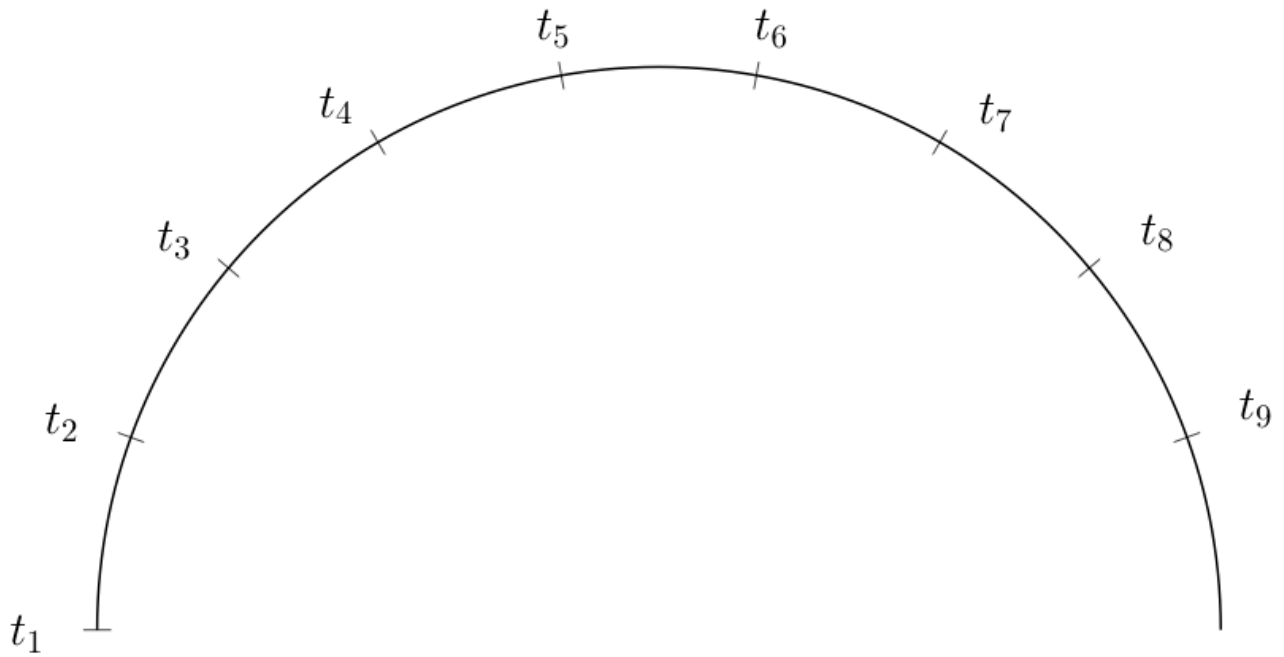

FIGURE 10 – *Enregistrement de mouvement circulaire (échelle 1). Les positions sont espacées de $\frac{\Delta t}{2} = 60ms$.*
-  Tracer sur la Figure 10 en annexe, les vecteurs vitesses aux points 3, 4, 5, 6, 7 et 8. En déduire la norme de la vitesse du mobile en ces points. Joindre la Figure 10 avec votre rapport d'expérience.